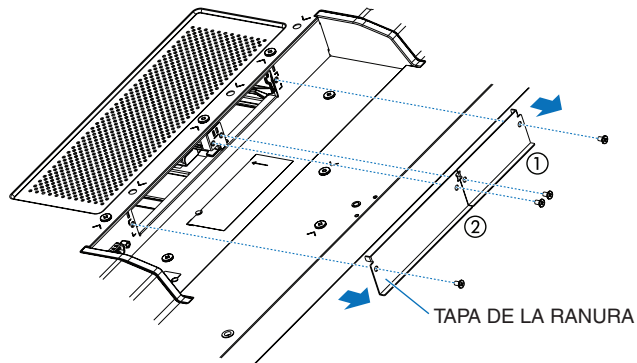

Figura 1
Quite la TAPA DE LA RANURA ① y ② (Figura 1).